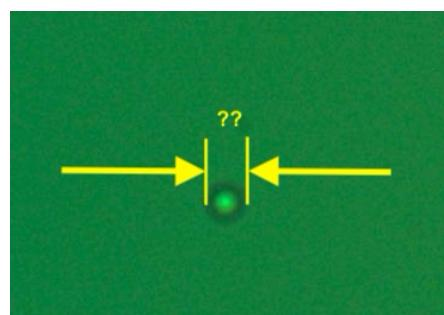

Figure 9 - Mesure d'une bille de silice
1. Une des premières mesures à effectuer, est de déterminer le diamètre de la particule. L'outil de mesure ↗ permet cela. **Attention !** l'unité affichée est en pixels. À l'aide des billes de silice pour la préparation de l'échantillon, voir chapitre 4.2, il est possible de déterminer le facteur d'échelle permettant de convertir les pixels en une **unité réelle** qui pourra ensuite être introduite dans la formule (voir Figure 9). L'outil ↘ permet d'annuler la dernière annotation réalisée.